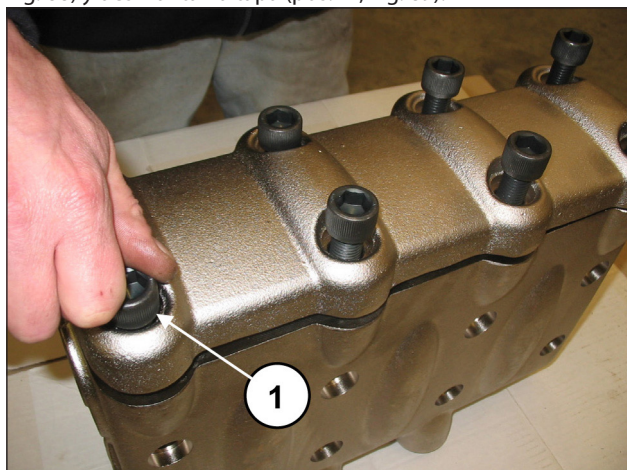
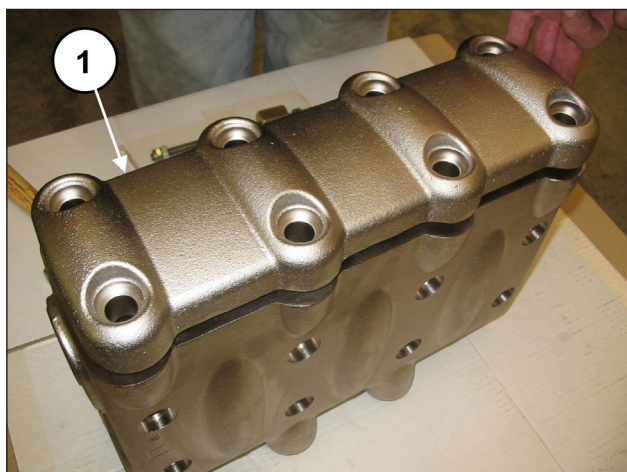

Fig. 88
Fig. 89
Para extraer los grupos de válvula operar del siguiente modo: Quitar los 8 tornillos M16x55 de la tapa de las válvulas (pos. ①, Fig. 88) y desmontar la tapa (pos. ①, Fig. 89).